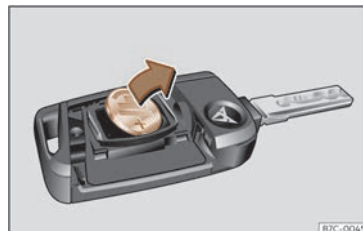

Abb. 44 Fahrzeugschlüssel: Batterie herausnehmen.
- Batterie mit einem geeigneten dünnen Gegenstand aus dem Batteriefach hebeln >>> (Abb. 44).